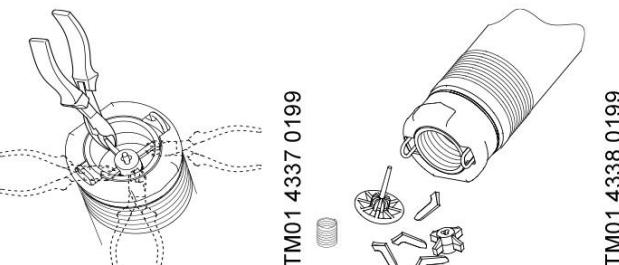

Рис. 7
1. С помощью клемм или аналогичного инструмента удалите ножки клапана, как указано на рис. 7.